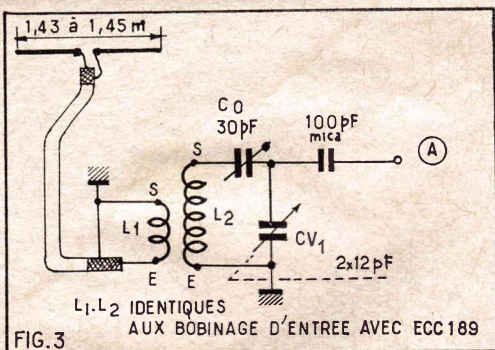
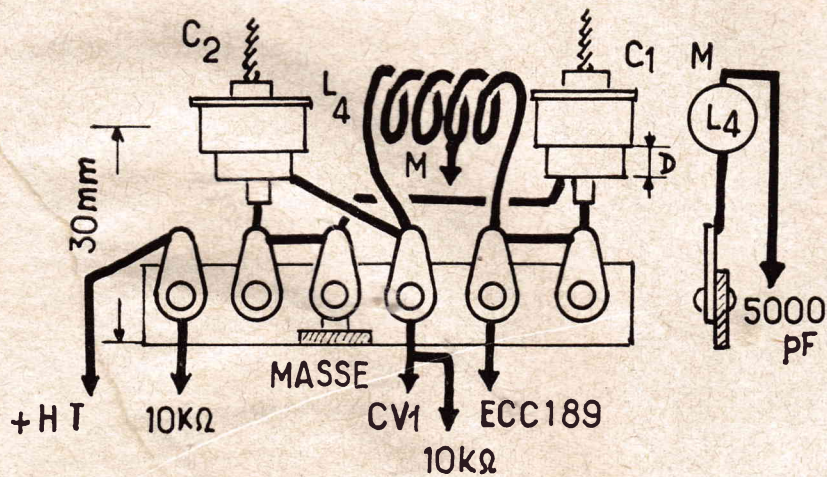

FIG. 3. — Entrée tuner sans préamplification H.F.
FIG. 6
Sans la préamplification HF ECC189, et en employant le système d'accord représenté par la figure 3, nous captions très confortablement des émissions distantes de 100 km.
Nous indiquons, sur la ligne de liaison... étage HF et étage ECH81, un point m... (A). Il indique que l'étage HF ECC189... suit est facultatif. C'est-à-dire que le lecte... désirant point la préamplification HF, n'a... adopter le système d'accord d'entrée, m... senté par la figure 3.
Etage HF. Le plan de câblage du dessous du châssis est représenté par la figure 3 bis, en vraie grandeur. Cela facilite la mise en place des accessoires et le câblage.
gné de la personnalité de celui qui l'exécute. Nous parlerons seulement des points essentiels, vu la grande clarté du plan de câblage. Les blindages auxiliaires sont enlevés et ne sont remis en place qu'après avoir terminé le câblage des compartiments ECC189 et ECH81. Sur la figure 6 sont représentés les bobinages L1, L2, L4, vus de face. Il n'y a aucune difficulté à les reproduire. L3 est représentée réduite, elle a en réalité les dimensions et l'encombrement indiqués. L4 est placée à 30 mm environ au-dessus du support.
Pour commencer faites la petite modification suivante (fig. 6) : séparez de sa cosse à souder sur la plaquette-support de L1-L2, le pF avec la ligne allant vers la ECH81. Soudez à la place un variable « cloche » de 30 pF : CO, ainsi qu'un 100 pF dans la ligne vers la ECH81. Et
point on soude une ligne directe avec le V1. Ensuite désoudez le 100 pF de la cosse S (sortie de L2) et raccordez ce point à une tige à souder de CO. Nous avons le petit montage représenté par la figure 6 et schématiquement sur la figure 3. Pour une meilleure compréhension nous présentons la plaquette isolée et encadrée par pointillé.
Vissez maintenant tous les variables « cloche » aux positions que nous indiquons. D à C1 de la figure 6.